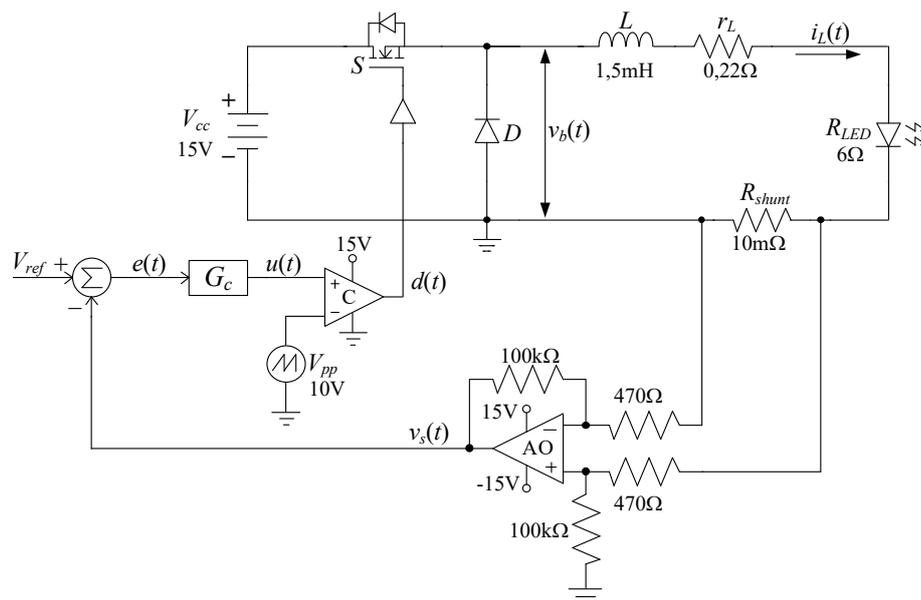

Figura 2.
En la Figura 2 se presenta un Convertidor CC-CC *Buck*, el cual posee una inductancia L como filtro de salida. Se desea controlar la corriente de un LED de potencia de manera que circule en forma constante el valor de 2 A. Considerar que el LED posee una resistencia interna $R_{LED} = 6 \Omega$ y no tiene caída de tensión en conducción, la inductancia L posee un valor de 1,5 mH y la resistencia equivalente serie $r_L = 0,22 \Omega$. La fuente de alimentación se supone ideal y su valor es $V_{cc} = 15 \text{ V}$. El sensor de corriente utilizado es un *shunt* de $10 \text{ m}\Omega$ y la corriente que pasa a través del mismo se acondiciona mediante un amplificador diferencial, cuyos resistores se muestran en el esquema eléctrico. La señal de activación de la llave S proviene de un circuito generador de señal PWM, que utiliza la fuente de tensión diente de sierra de tensión pico a pico $V_{pp} = 10 \text{ V}$ y una frecuencia de 20 kHz.
- A) Realizar un esquema en bloques completo del sistema en lazo cerrado empleando un controlador genérico. Obtener la FT de lazo abierto no compensada $G_{LANC}(s)$ incluyendo las ganancias del actuador y del sensor. Obtener la FT de lazo cerrado no compensada $G_{LCNC}(s)$. A continuación, obtener las siguientes respuestas: 1) respuesta al escalón de la FT de lazo abierto para el valor de tensión que produce la corriente nominal de 2A. 2) respuesta al escalón de la FT de lazo cerrado para el valor de referencia V_{ref} indicado en la Figura 2.
- D) Verificar la simulación en PSIM utilizando el circuito de la Figura 2, presentando en gráficos diferentes las siguientes variables: la salida y la referencia; la acción de control; el error de control; la corriente en el LED; la señal triangular con la acción de control y la señal PWM aplicada a la planta. Evaluar el desempeño y obtener conclusiones. **Nota: Para el controlador G_c indicado en la Figura 2, utilizar el bloque de FT denominado “s-domain Transfer Function”.**